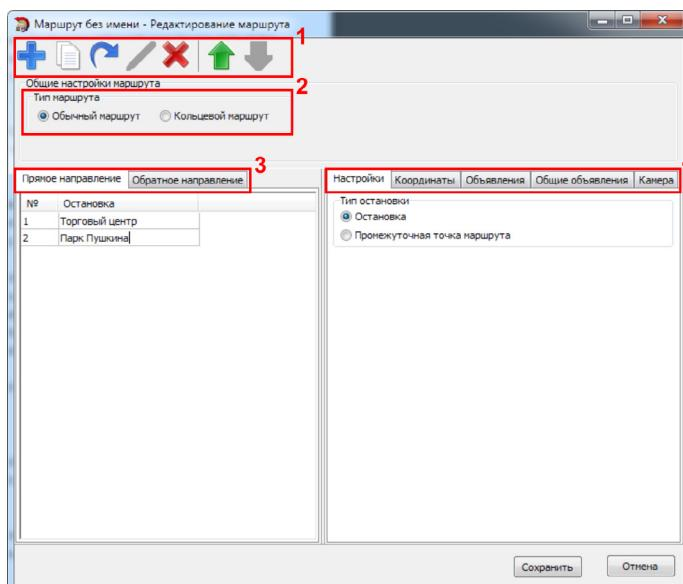

Рис.57. Редактор маршрута.
- Для редактирования точек маршрута следует выделить нужный маршрут в списке и выбрать команду Главное меню/Редактировать или нажать кнопку «Редактировать выделенный маршрут» на панели инструментов. Откроется меню «Редактирование маршрута» (Рис.57).
- В меню «Редактирование маршрута» добавить новую остановку можно, нажав кнопку «Добавить остановку» на панели инструментов (Рис.57, п.1). Остановка может быть создана из копии существующей. Для этого следует выделить нужную остановку и нажать кнопку «Копировать остановку». Все настройки выбранной остановки будут скопированы в новую. Данная функция удобна, когда необходимо добавить в список несколько остановок с аналогичными свойствами. Для удаления остановки следует выделить остановку и нажать кнопку «Удалить остановку» на панели инструментов. Кнопки «Вверх» и «Вниз» позволяют изменить порядок прохождения остановок.
- Тип маршрута:** обычная или кольцевая (Рис.57, п.2). Отличие обычного маршрута от кольцевого в том, что для кольцевого маршрута последняя остановка не дублируется.
7. Направление маршрута: прямое направление или обратное направление (Рис.57, п.3). В маршрут достаточно добавить остановки одного направления, обратный маршрут может быть создан из уже созданного при помощи кнопок «Копировать прямое направление в обратное» и «Копировать обратное направление в прямое». При создании обратного маршрута порядок остановок меняется на обратный. Также оба направления могут быть созданы вручную.
8. После добавления остановки следует настроить ее свойства. Настройки остановок расположены на отдельных вкладках (Рис.57, п.4).